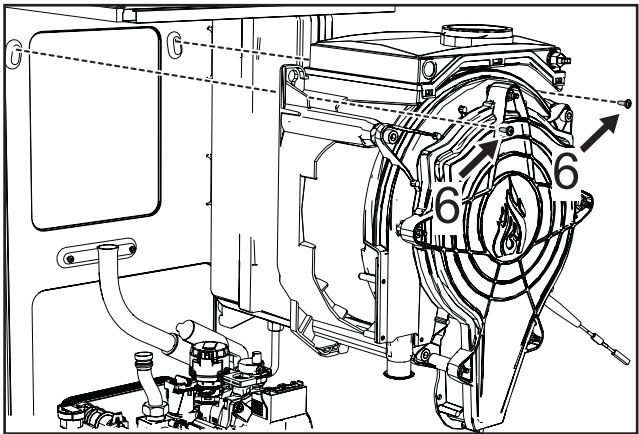

Рис. 51
- Снимите 2 **верхних винта «6»**, служащих для крепления теплообменника к раме (рис. 51).